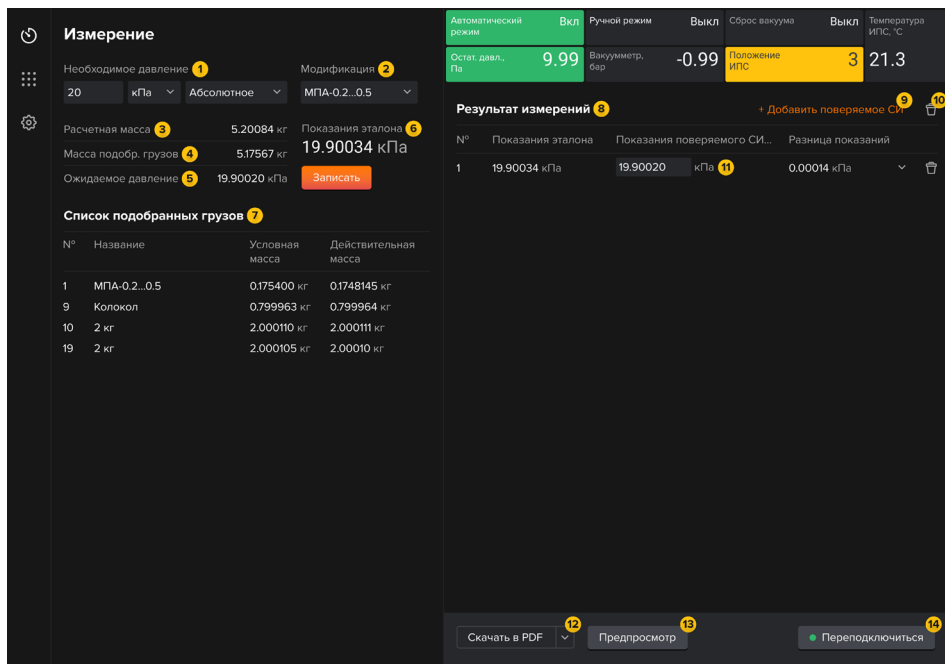

Рис. 12 — Рабочее окно программы
10.1 Полный вид окна «Измерение» приведен на Рис. 12.